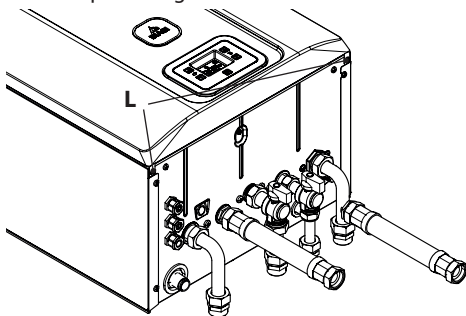
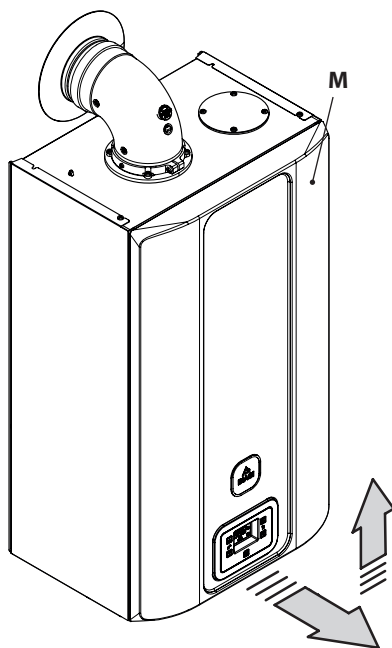

Figura 5.26
Figura 5.27
- Svitare le viti **L** (Figura 5.26) e rimuovere il pannello frontale **M** tirandolo a sé e quindi spingendolo verso l'alto in modo da liberarlo dalle sedi superiori Figura 5.27.